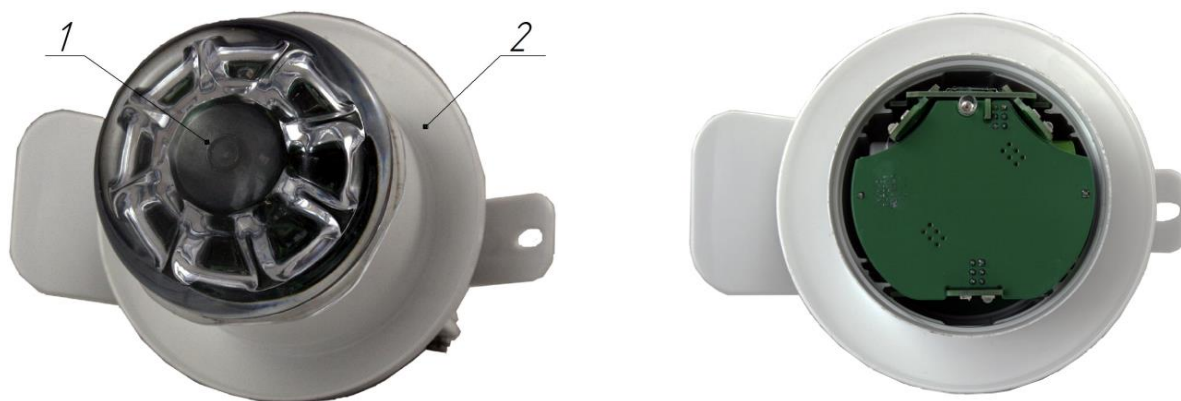

Рисунок 3.1
- 1) Открутить нижнюю крышку – 1 с корпуса – 2 (Рисунок 3.1);